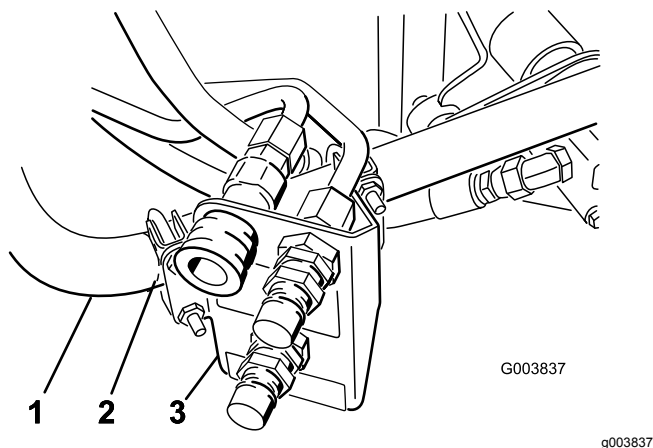

Figura 11
3. Posizionate temporaneamente la staffa di accoppiamento sul tubo cilindrico del telaio; fate riferimento alla Figura 11.